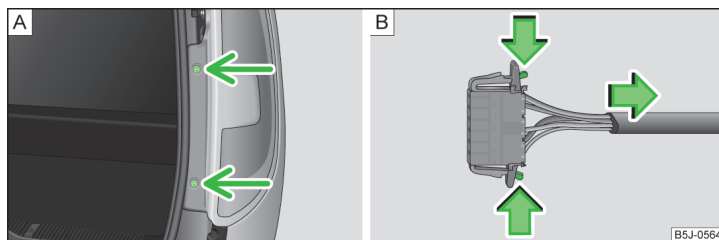

Fig. 169 Smontaggio delle luci di retromarcia/scollegamento del connettore a spina
- Svitare le luci » fig. 169 - **A**.
- Scollegare il connettore a spina » fig. 169 - **B**.